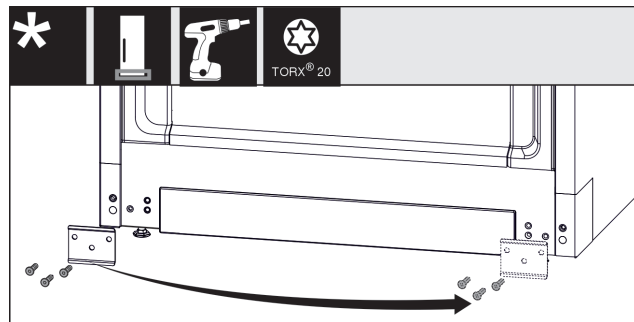

Fig. 30
- ▶ 拧下金属板 Fig. 30 (1)，将其移到另一侧，然后重新拧紧。